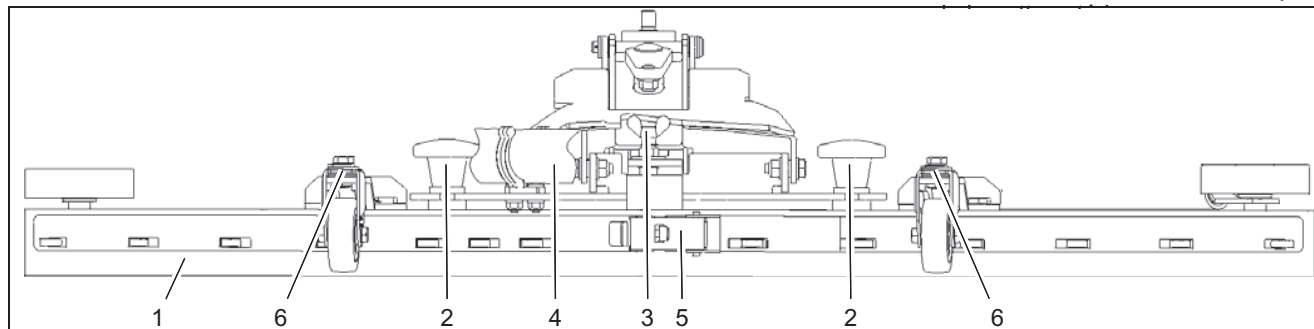

Fig.12
Contrôler quotidiennement le suceur (Fig. 12/1) et le nettoyer en cas de besoin.
Pour nettoyer le suceur, le soulever, retirer le flexible d'aspiration (Fig. 12/4), desserrer les deux poignées-étoile (Fig. 12/2) et déposer le suceur.
Contrôler une fois par semaine l'usure des bavettes, intérieure et extérieure, du suceur (Fig. 12/1). Les bavettes peuvent être utilisées de quatre manières.
3. À cet effet, desserrer la fermeture de serrage (Fig. 12/5) et retirer la bavette extérieure. Tourner la bavette ou la remplacer en cas de besoin. Remplacer la bavette intérieure de la même manière que
2. Desserrer le contre-écrou de la vis de réglage (Fig. 12/3) et régler le suceur avec la vis de réglage de sorte que les extrémités des bavettes soient juste en contact avec le sol.